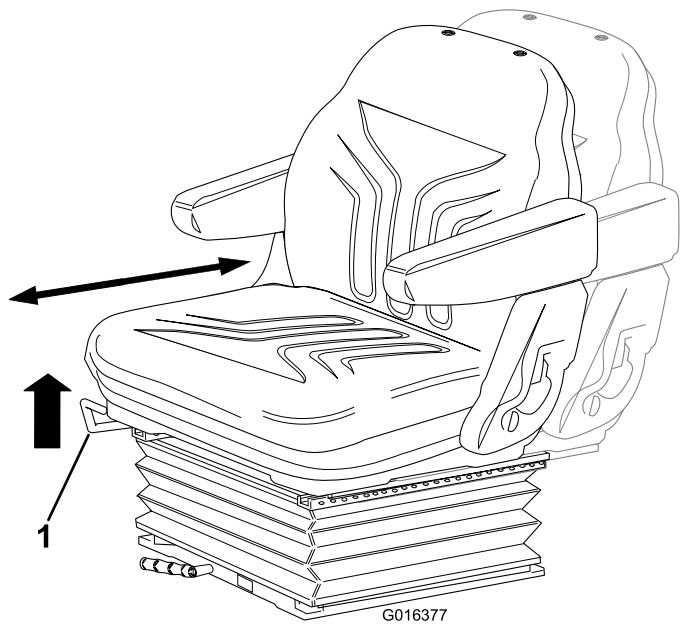

Figure 22
- Déplacez le levier vers le haut pour régler la position avant/arrière du siège (Figure 22).